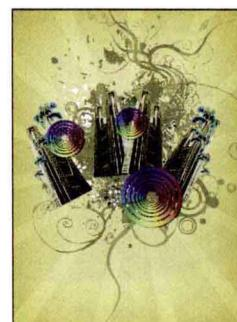

图 1-37
**33** 按快捷键【Ctrl+J】复制“形状 1”图层，按快捷键【Ctrl+T】适当调整图像的位置和大小，效果如图 1-37 所示。选择所有“形状 1”及其副本图层，按快捷键【Shift+Alt+G】执行“剪切蒙版”命令，命名为“环形”图层，效果如图 1-38 所示。